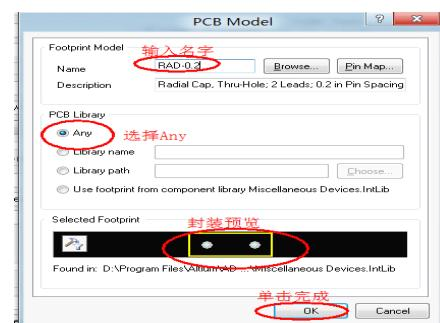

图 6-6.57 修改电容封装
**Step2:** 单击 Edit 后弹出的 PCB Model 对话框中选择 Any，在 FootPrint Models 中输入封装名字 RAD-0.2（或者单击 Browse 进行浏览）。如图 6-6.57 所示。